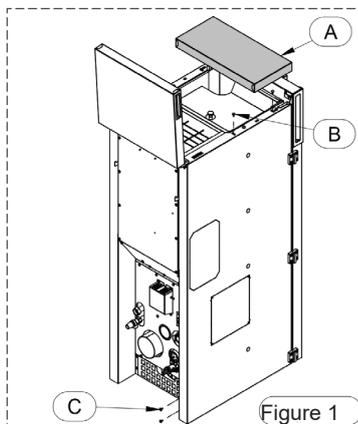

Figure 1
- Ouvrir le couvercle du compartiment de chargement (Figure 1)
- Dévisser la vis B et les 2 vis C, puis retirer le côté C (Figure 1)
- Nettoyer le brûleur (Figure 1).
- Retirer le couvercle supérieur en le tirant vers le haut (Figure 1) puis tirer et relâcher 4 à 5 fois la tige de nettoyage de l'échangeur (Figure 3).